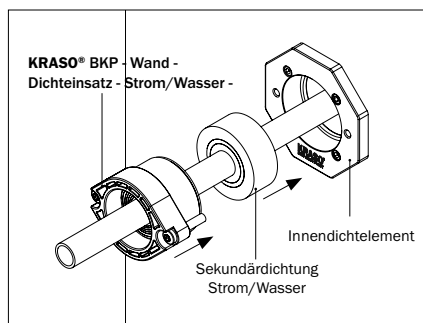

Abbildung 11.4: **KRASO® BKP - Wand - Dichteinsatz - Strom/Wasser -**
- Schieben Sie den **KRASO® BKP - Wand - Dichteinsatz - Strom/Wasser -** mit der Gummidichtung voraus über die Rohrleitung bis in das Innendichtelement des **KRASO® Bauherren-Komfortpakets - Wand - ESH**. Beachten Sie, dass die Schraublöcher am Dichteinsatz und die Kernlöcher im Innendichtelement übereinander liegen (s. Abbildung 11.4).